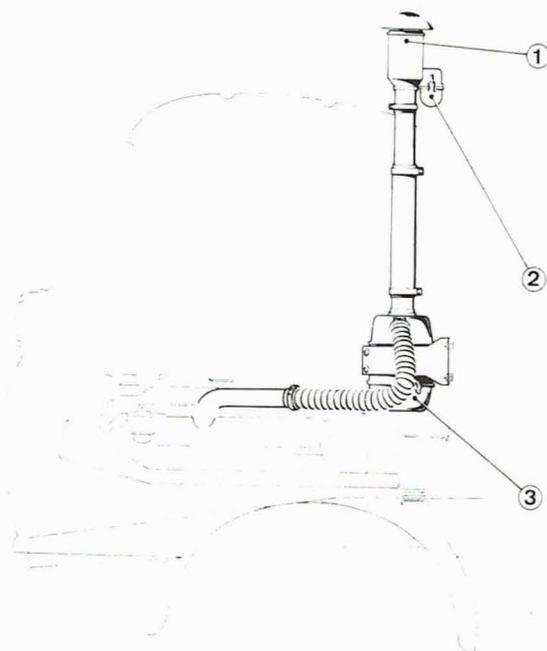

Fig. 3.5. - Montaje del filtro del aire.
3.8 ENTRETENIMIENTO DEL FILTRO DE AIRE (Fig. 3.5)